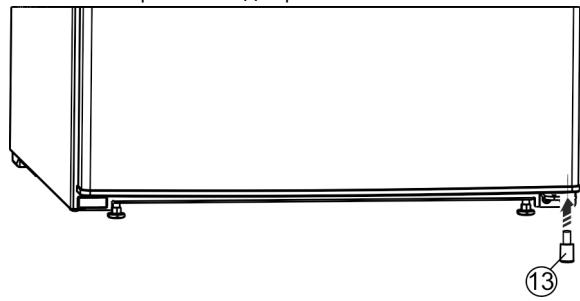

Fig. 26 \*
- Снова вставьте в дверь распорную деталь Fig. 26 (13) справа внизу - это важно для обеспечения устойчивости устройства.\*